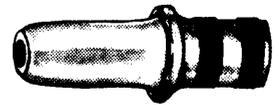

Fig. 2
1. Expandidor de hierro, se presenta en ocho tamaños desde 3/8" a 2". Funciona por golpeo del martillo sobre su cabeza (fig. 2).